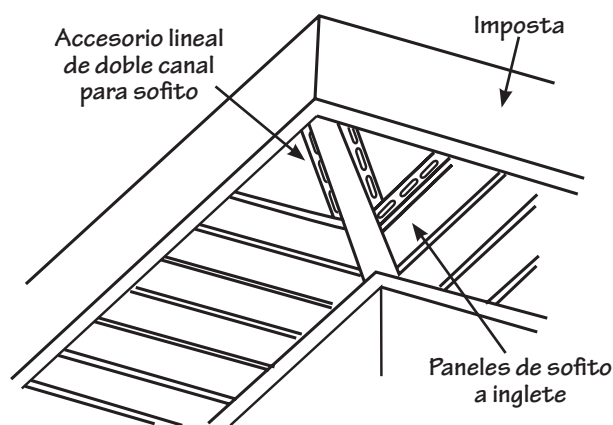

Figura 69.
4. Para dar vuelta a una esquina, mida del canal de la pared al canal en la esquina de la imposta (Figura 69). Reste 1/4" (6.4mm) para la dilatación. Corte e instale el canal lineal doble de sofito o un canal en J espalda con espalda. Si es necesario, instale los listones de clavado para proporcionarle respaldo al canal lineal. Corte a inglete los paneles de sofito de esquina e instale según se describe en el Paso 3.